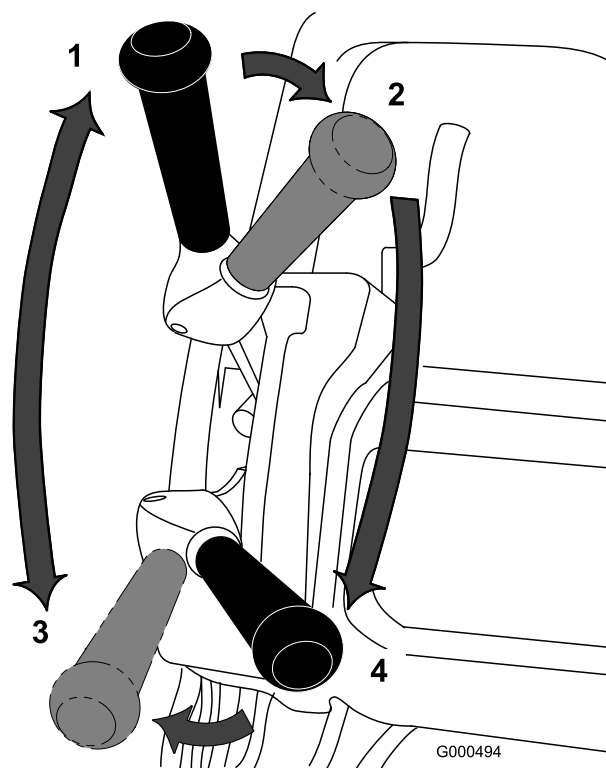

Figura 35
2. Assicuratevi che la leva della trazione e della trasmissione dei cilindri siano in posizione di FOLLE; fate riferimento a Figura 35.
1. Avviate il motore, impostate il controllo velocità in posizione ZERO, spingete giù la stegola per sollevare l'apparato di taglio, premete il comando di presenza dell'operatore, spostate la leva di trazione in posizione FORWARD (Figura 35) e aumentate gradualmente l'impostazione del controllo velocità per trasportare la macchina sul bordo del green.
3. Spostate la leva di trazione in posizione FOLLE, quindi spostatela a sinistra e avanti in posizione di trazione —AVANTI e trasmissione cilindro —INNESTATA (Figura 35).